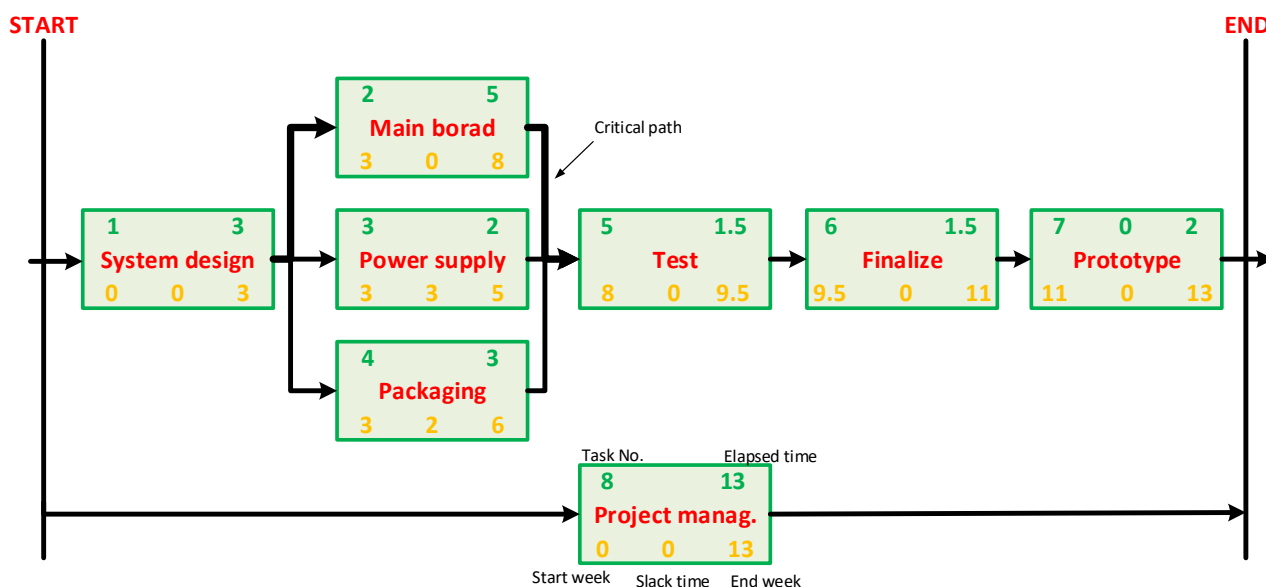
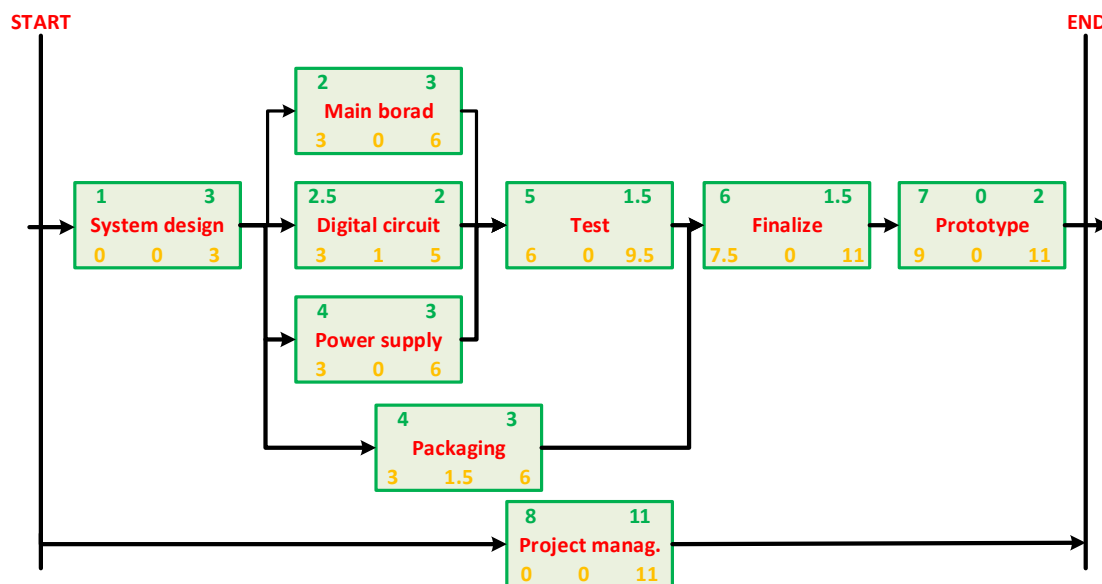

IMAGEN 4: DIAGRAMA DE LA RED DE AON
IMAGEN 5: DIAGRAMA DE RED OPTIMIZADO
La Imagen 4 presenta un diagrama de red ampliamente utilizado tipo AON (Activity on Node). Las tareas se presentan como bloques conectados con flechas. La actividad de la tarea está escrita en cada bloque. El diagrama también presenta el inicio y el final del proyecto, así como el tiempo variable. El tiempo variable (suelto) es el tiempo libre que queda del tiempo establecido en el cronograma.
Echemos un vistazo a las tareas de desarrollo del instrumento de medición de laboratorio y el diagrama de red en la imagen 4. Dependiendo de la ruta crítica, la duración de la producción de la placa principal y el proceso de prueba, tenemos dos posibilidades para mejorar el orden de las tareas. El primero es dividir la tarea de
Al dividir la producción de la tarea principal y acortar el tiempo de procesamiento, la ruta crítica se transfiere a la tarea de producción / diseño de la vivienda. Después de una descripción general del diagrama en la imagen 4, podemos ver que la prueba del dispositivo (5) no está estrechamente relacionada con la producción de vivienda (4). La carcasa del dispositivo se puede finalizar en el proceso de finalización y producción del prototipo final. En este caso, la tarea de alojamiento se puede mover a la tarea de finalización (6). El diagrama de red optimizado se muestra en la imagen 5.
Dependiendo de la optimización del diagrama de red en la imagen 5, está claro que el proceso de desarrollo del dispositivo es más corto (de 13 a 11). Debemos enfatizar que la reducción de la duración provoca la aparición de más recursos en la producción de la placa principal. El recurso adicional puede ser sustituido por diseñadores que realizan el trabajo de la fuente de alimentación, lo que aumenta el riesgo de sobrecarga. Por otro lado, con la incorporación de nuevos recursos, aumentamos los costos de desarrollo. La optimización de la tarea también causa un mayor riesgo en las pruebas y la comparación de los componentes electrónicos con la carcasa.